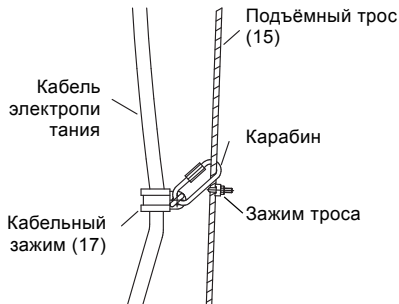

Рис. 8 Крепление кабеля электропитания к подъёмному тросу
16. Прикрепить кабель электропитания к подъёмному тросу при помощи кабельного зажима на высоте приблизительно 0,8 м над насосом. Это необходимо для того, чтобы кабель не упал и не попал в рабочее колесо во время работы. С помощью карабина закрепить кабельный зажим на подъёмном тросе выше зажима троса. См. рис. 8. Прикрепить кабель электропитания к подъёмному тросу с помощью кабельных зажимов, установленных через каждый метр.